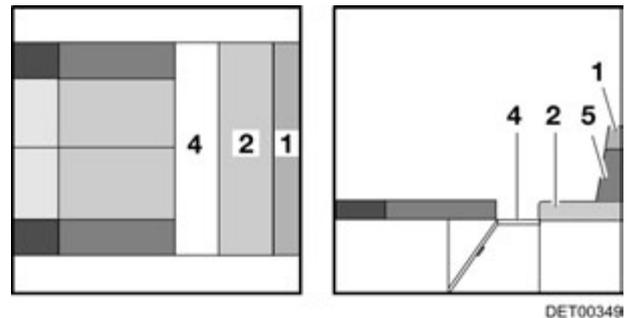
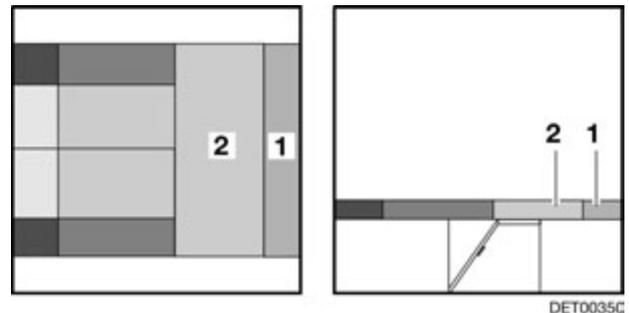

Fig. 88 Pendant la transformation
Fig. 89 Après la transformation
- Sortir le sommier à lattes (Fig. 88,4).
- Tirer le coussin d'assise (Fig. 89,2) vers la dînette centrale.
- Retirer le coussin supplémentaire (Fig. 89,1) du coussin de dossier (Fig. 88,5). Le coussin supplémentaire est fixé sur le coussin de dossier avec une bande velcro et peut être séparé facilement.